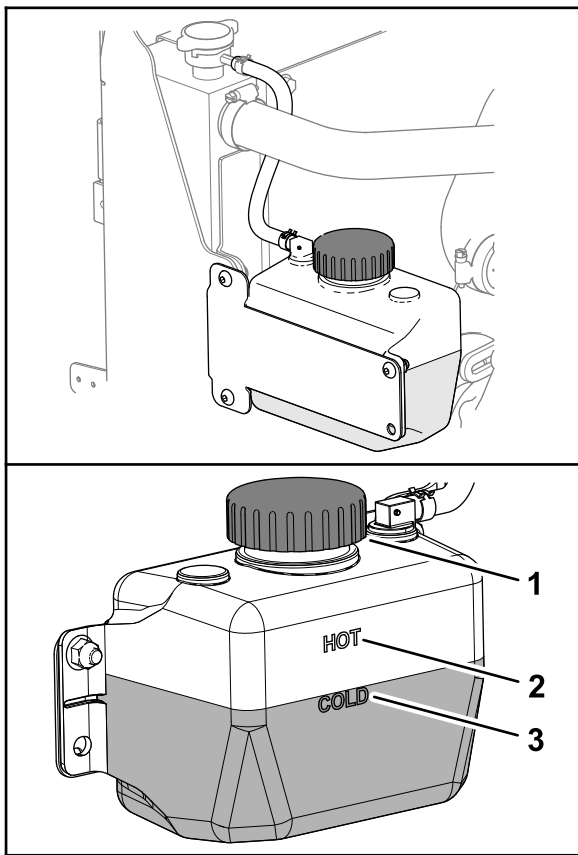

Figura 135
3. Verifique o nível de líquido de arrefecimento do reservatório (Figura 135).